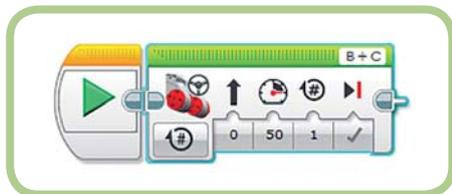

Рис. 4.4. Программа *SimpleMove*
3. Перетащи блок **Рулевое управление** (Move Steering) из палитры с блоками действий на область программирования. Для всех параметров оставь значения по умолчанию. Готовая программа должна выглядеть так, как показано на рис. 4.4.
На данном этапе программа *Tester* должна выглядеть так же, как программа *SimpleMove*, показанная на рис. 4.4.